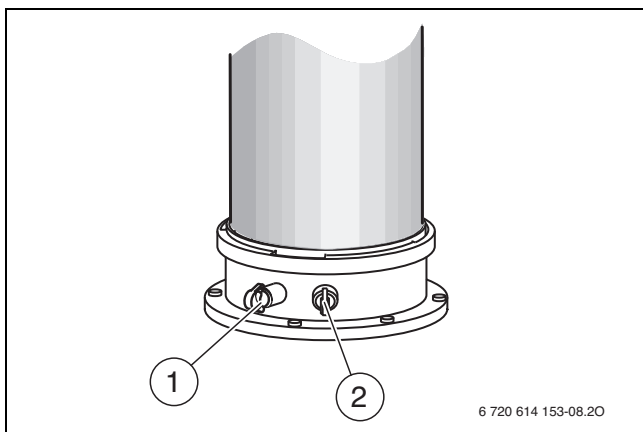

Fig. 105 Orificiul de măsurare a gazelor arse și orificiul de măsurare a aerului de ardere
- ▶ Îndepărtați dopul de la orificiul de măsurare a aerului de ardere (→ Fig. 105, [2]).
- ▶ Îndepărtați dopurile de la ștuțul de măsurare a gazelor arse (→ Fig. 105, [1]).